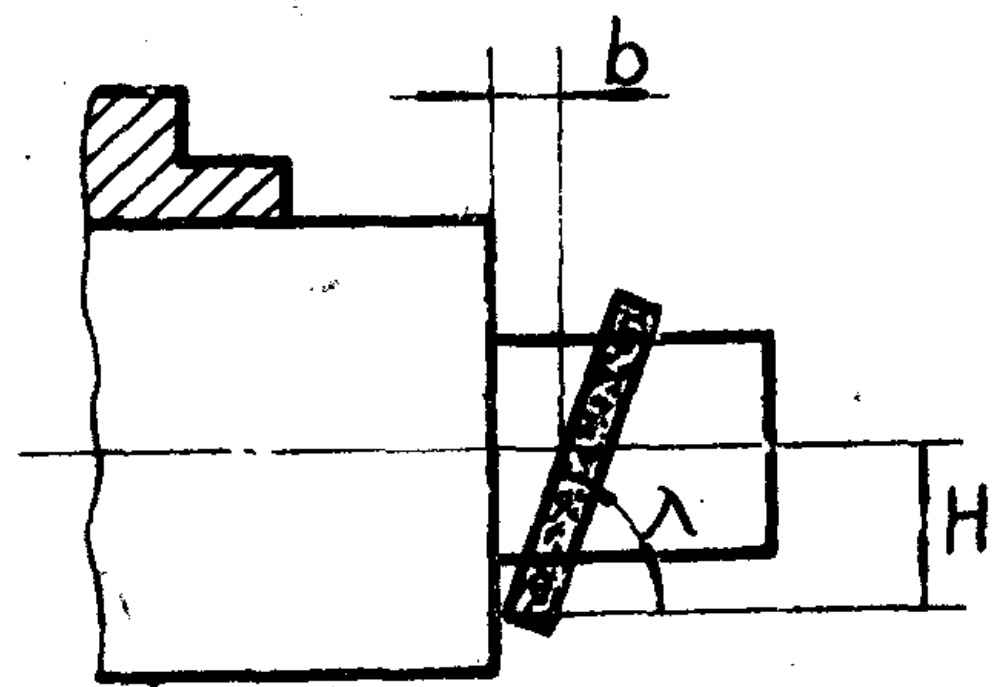

图 4
(2) 吃刀深度(t)受工件直径(D)及刀尖(即工件中心)至主刀刃最低切削点距离(H_1)的限制(图4)。 $t \approx \frac{H_1^2}{D}$, 应使 $H_1 \leq H$ 。